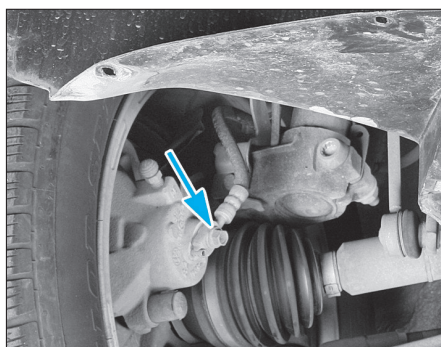

FIG. 4
- Desserrer le flexible de frein (Fig.4).